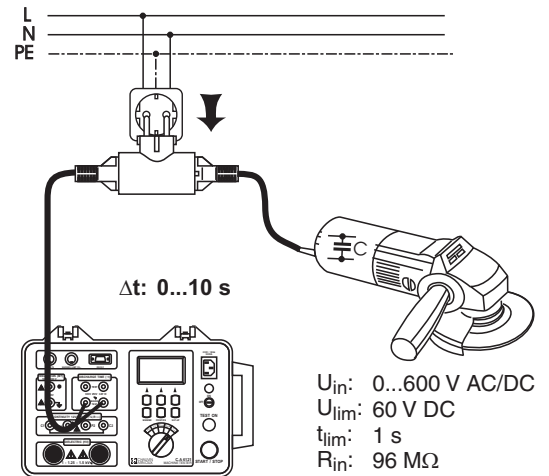

Abb. 22 - Anschluß der Prüfkabel
3. Prüfkabel wie in der folgenden Abb. 22 gezeigt an den Tester und den Prüfling anschließen. Das Zeichen  erscheint über der Anzeige der Sekunden (s) um anzuzeigen, daß an den MAINS TEST Eingangsbuchsen die Netzspannung anliegt.